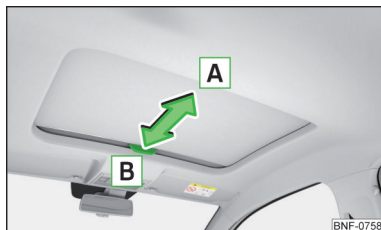

Fig. 39
- Per l'**apertura** tirare la maniglia in direzione della freccia **A** » fig. 39.